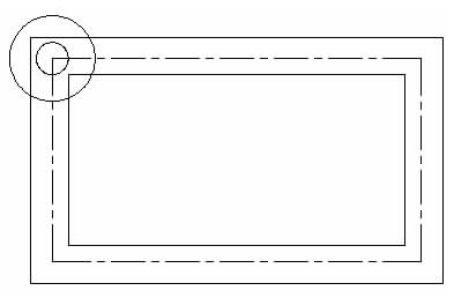

图 3-5 绘制球洞
(2)利用分解命令把虚线的矩形进行分解,然后设置点样式并对其进行定数等分操作,如图 3-5 所示。